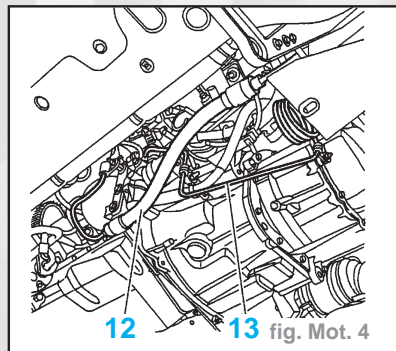

fig. Mot. 4
- Déposer les brides des tubes (12) et (13) (fig. Mot. 4).
- Désaccoupler les tubes (12) et (13).
- Élinguer le moteur à l'aide de l'outil (3)